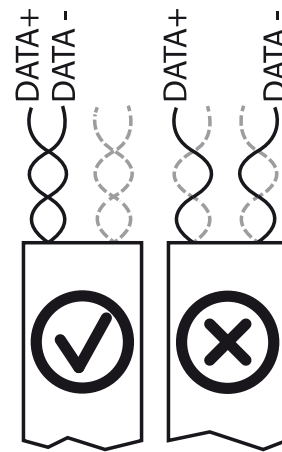

Bild 26: RS485-Bus: Belegung der verdrehten Adernpaare
- Beim Anschluss von DATA+ und DATA- die Adernpaarung beachten (siehe Bild 26)